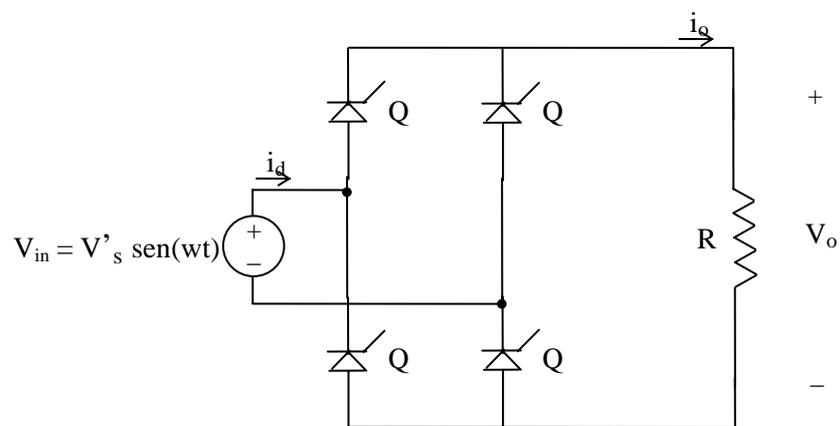

Figura 1
8.- La figura 1 representa un convertidor controlado por fase en puente completo que alimenta a una carga resistiva pura de valor 100Ω . La tensión de alimentación del puente es $V_{in} = 200 \text{ sen}(60t)$.